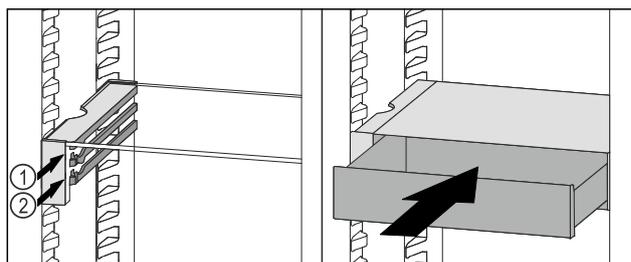

Fig. 111
- ▶ Coloque el cajón VarioSafe en la nervadura deseada Fig. 111 (1) o Fig. 111 (2) detrás de los topes.